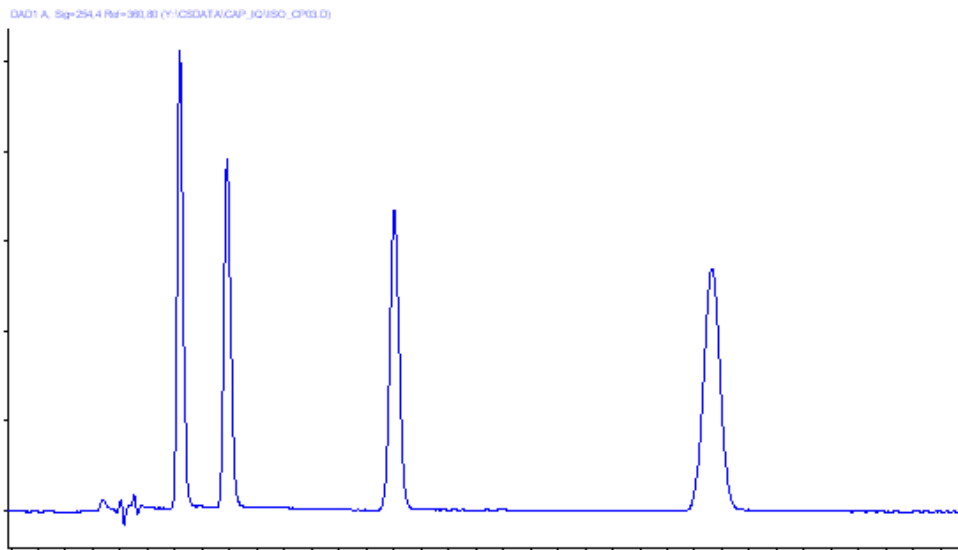

Figura 11 Cromatograma
- 2 Compare el cromatograma resultante con el cromatograma típico mostrado en la Figura 11 en la página 55.
Se muestra un cromatograma de este análisis en Figura 11 en la página 55. El perfil exacto del cromatograma dependerá de las condiciones cromatográficas. Las variaciones de calidad del disolvente, el embalaje de la columna, la concentración estándar y la temperatura de la columna tendrán efectos potenciales en la retención y respuesta de picos.